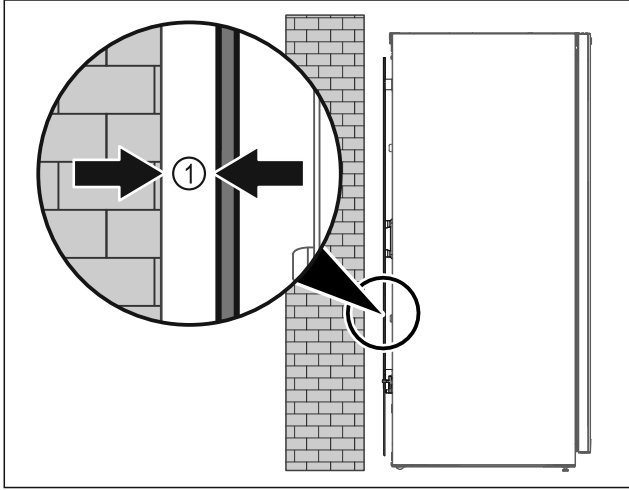

Fig. 4
- ▶ Τοποθετήστε τη συσκευή είτε ελεύθερη στον χώρο είτε απευθείας σε έναν τοίχο σε ελάχιστη απόσταση 5 mm Fig. 4 (1).